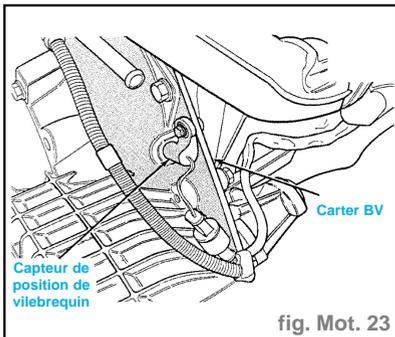

fig. Mot. 23
- vérifier l'état du connecteur électrique du capteur de position du vilebrequin (fig. Mot. 23),